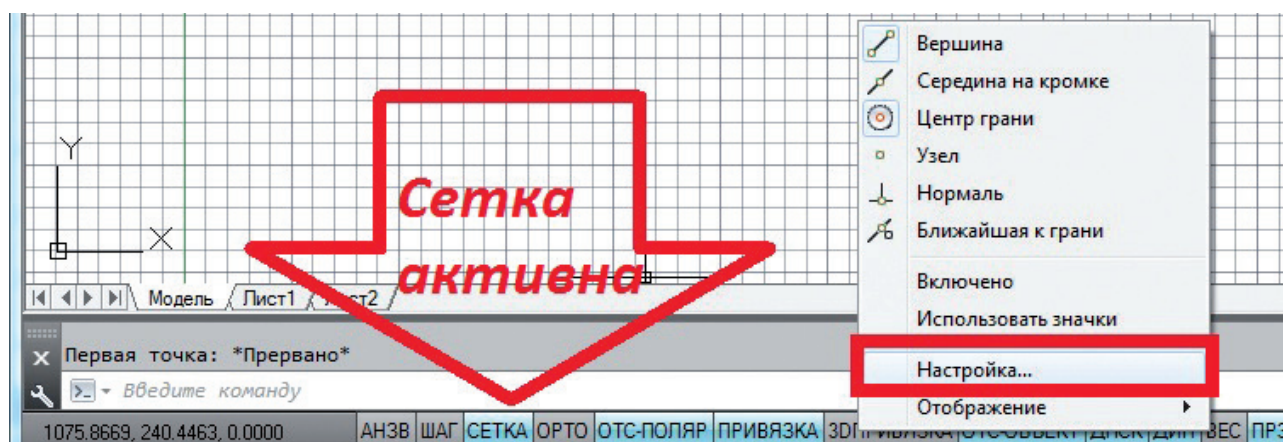
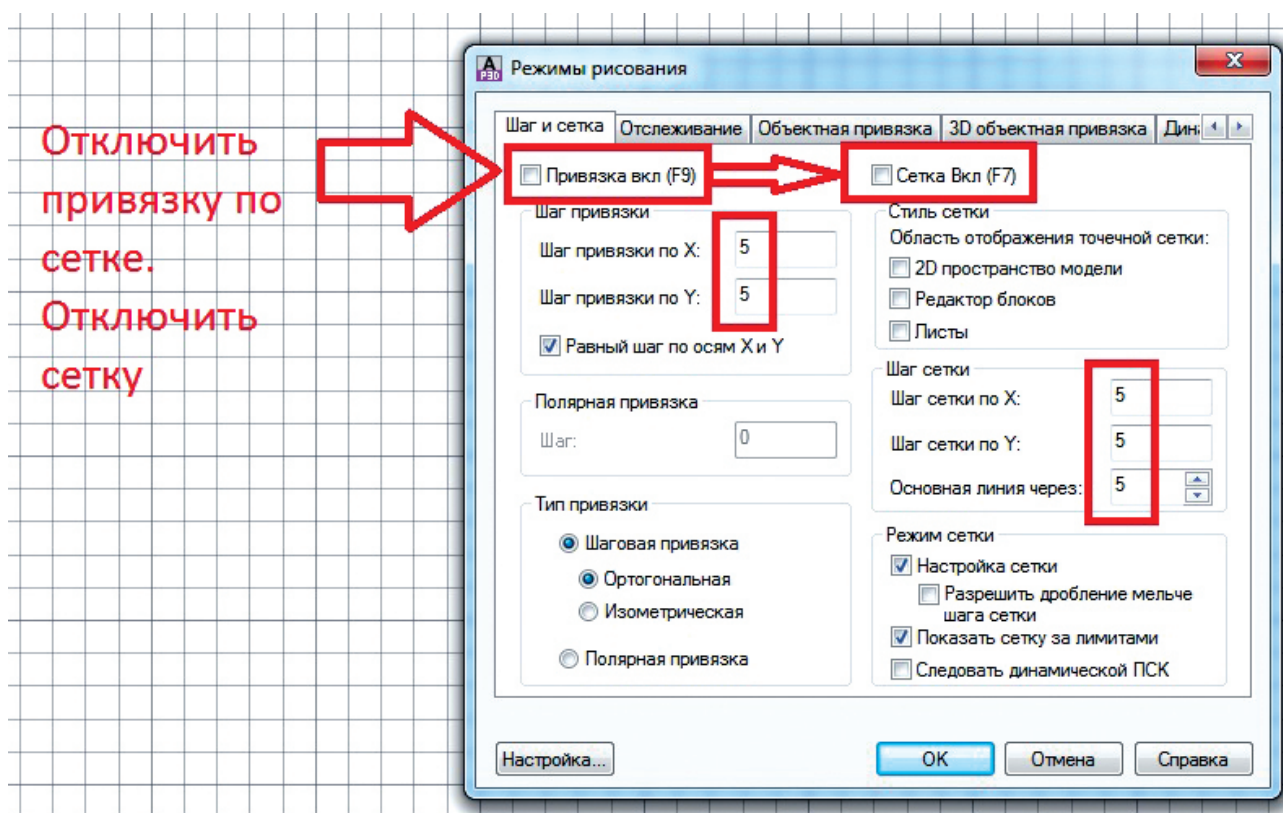

Рис. 6. Строка состояния
Рис. 7. Окно *Режимы рисования*
- ♦ кнопки настройки отслеживания и привязок курсора (рис. 6).
Строка состояния может содержать активные и пассивные кнопки. Если функция активна, то кнопка подсвечивается (см. рис. 6 — Сетка). Вызовем контекстное меню (нажатием ПКМ по любой кнопке строки) и выполним настройки для черчения. В выпадающем списке найдем **Настройка** и ЛКМ вызовем окно настройки **Режимов рисования** (рис. 7).